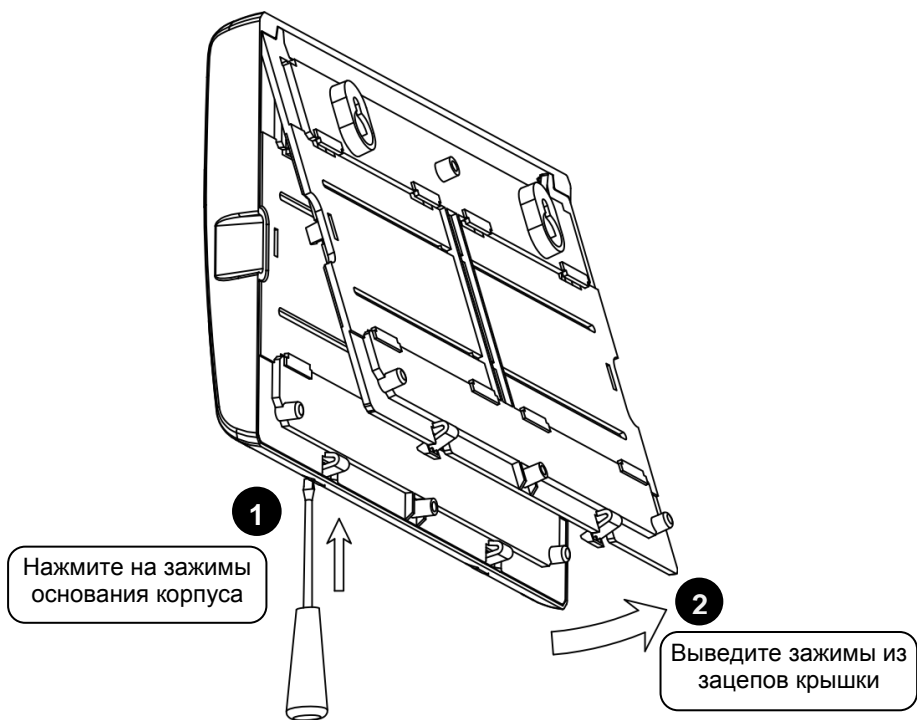

Рисунок 2. Снятие крышки прибора
3.1.4 Снимите крышку прибора с зацепов при помощи шлицевой отвёртки в порядке, указанном на рис. 2.